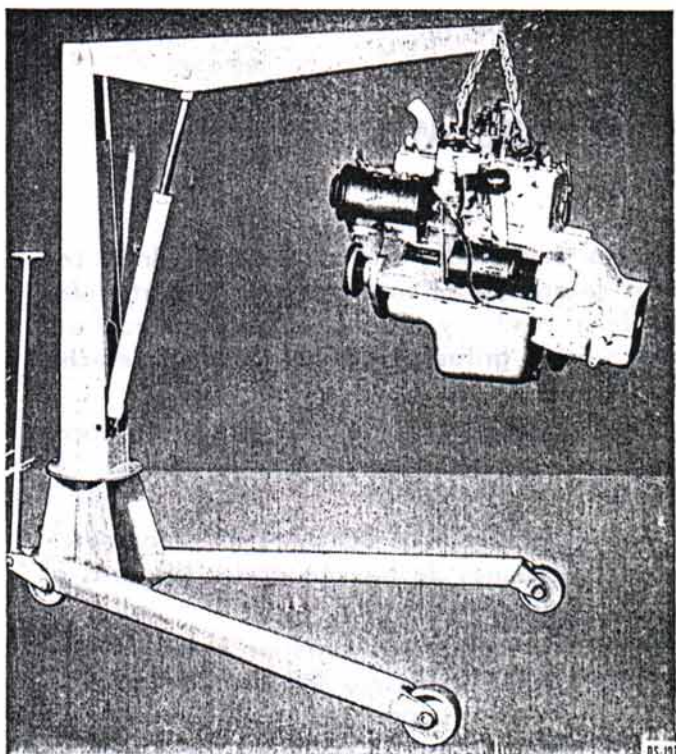

Fig. 43. — Guinche para instalar y extraer el motor del vehículo.
- 11) Sacar dos bulones de la tapa de cilindros y abulonar dos "pernos ojo" enganchando en estos la cadena de un guinche portátil (Fig. 43).